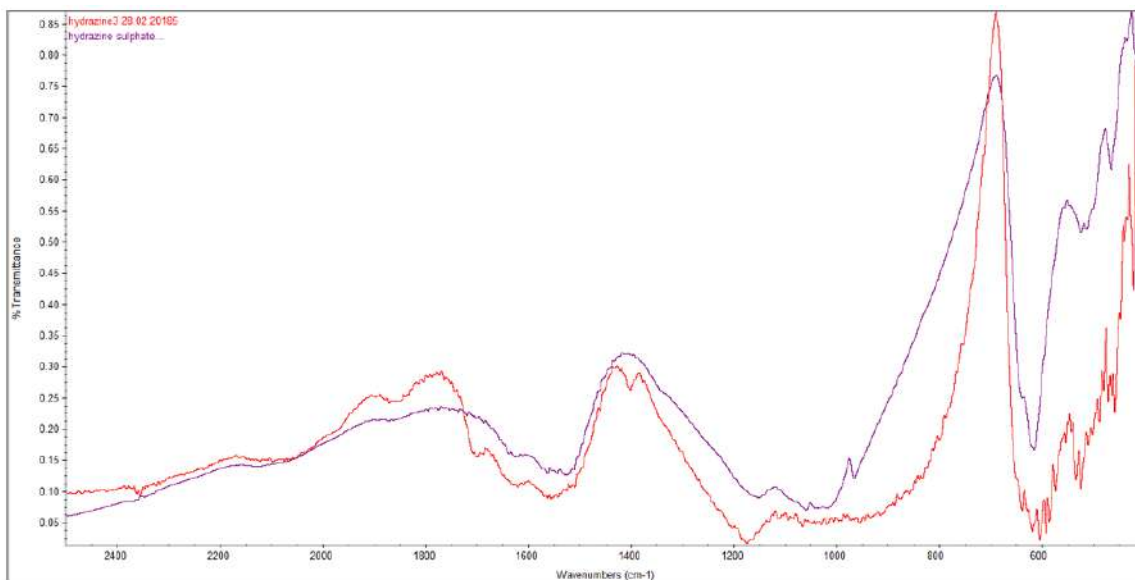

Рисунок 1. ИГ спектр гидразин сульфата
**Подготовка образца:** Из смеси содержащей относительно массы 1:9 гидразин сульфата ( $\text{N}_2\text{H}_6\text{SO}_4$ ) и калия бромид (KBr) изготовлены таблетки и сняты ИГ спектры (рисунок 1) (Patent US3265602A).